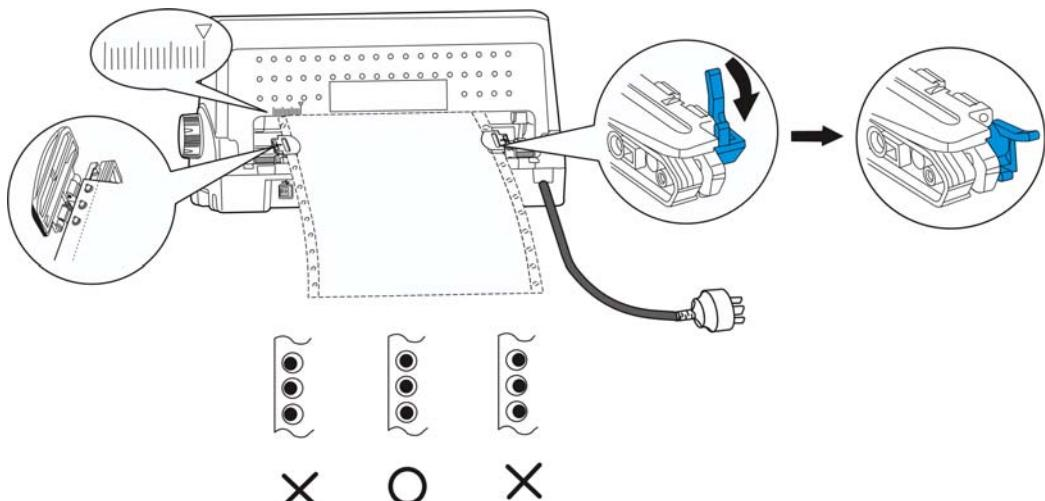

图 3-10 调整连续纸位置
- 合上拖纸器左右链轮的链轮盖，然后移动拖纸器右链轮把纸拉平，再按下链轮锁定杆将其锁定（如图 3-10 所示）。